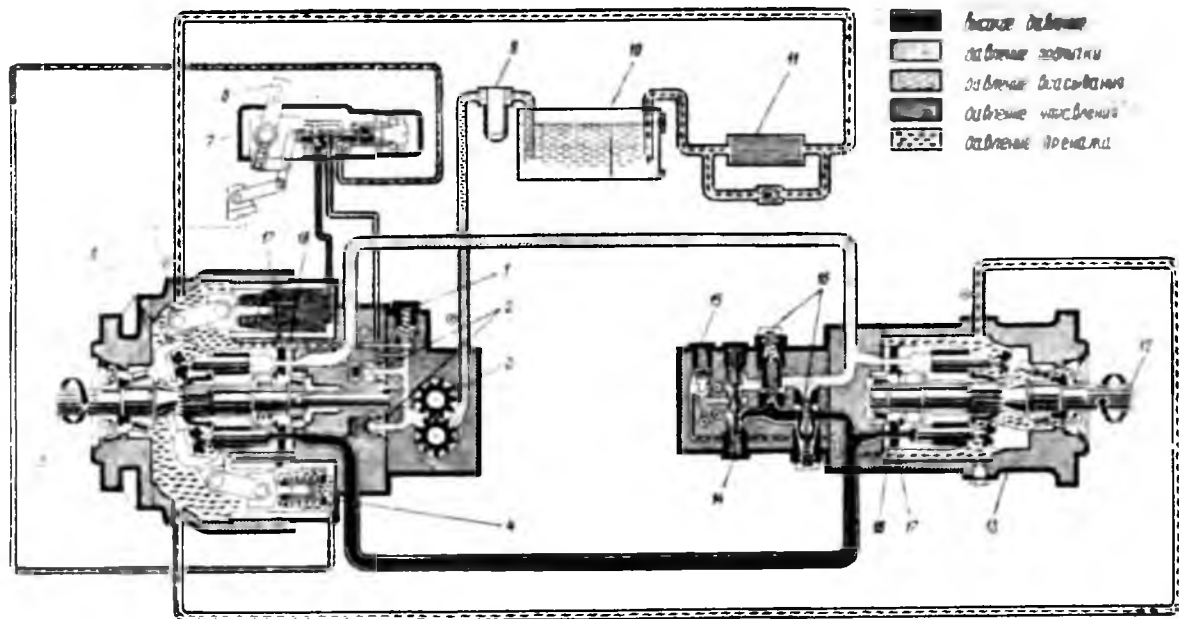

Рис. 5. Схема объемного гидروпривода;
**Процесс работы.** Двигатель комбайна вращает вал 5 (рис. 5) насоса, а следовательно, и связанные с ним блок цилиндров и вал насоса 3 подпитки.